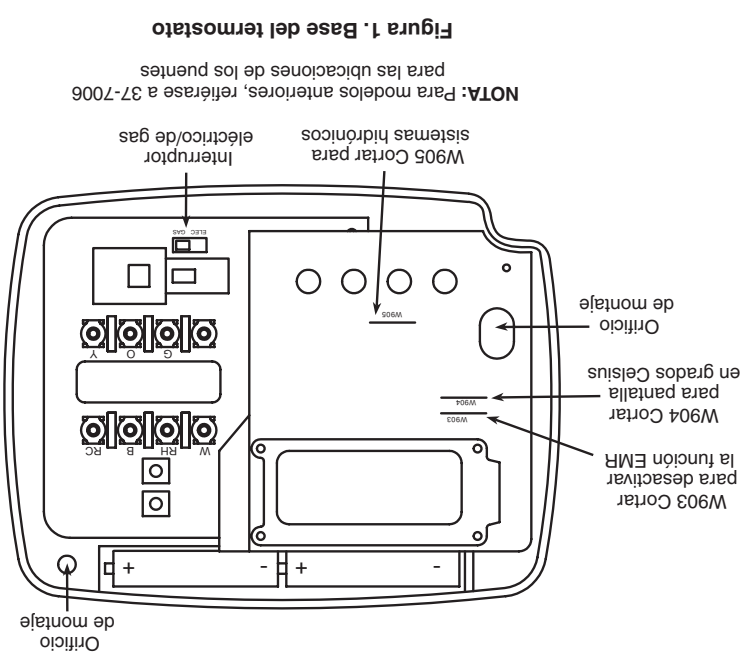

Figura 1. Base del termostato
- **CONVERTIBILIDAD °F/°C** — El ajuste predeterminado de fábrica es en grados Fahrenheit. Cortando el puente W904 en la placa de circuito (vea la figura 1) puede cambiar la configuración a grados Celsius.
Este termostato está configurado de fábrica para operar un sistema de aire forzado con combustible fósil (gas, aceite, etc.) de calor/frío. Esta configuración para cualquier sistema que NO requiera que el termostato energice el ventilador en una llamada de calor. Si su sistema es un sistema eléctrico o de bomba de calor que REQUIERE que el termostato encienda el ventilador en una llamada de calor, ubique el interruptor GAS/ELECTRIC (vea la figura 1) y colóquelo en la posición **ELECTRIC**. Esto permitirá al termostato energizar el ventilador inmediatamente en una llamada de calor. Si no está seguro si el sistema de calefacción/refrigeración requiere que el termostato controle el ventilador, póngase en contacto con un servicio técnico de calefacción y aire acondicionado calificado.
Para desactivar el EMR, corte el cable de puente W903 (vea la figura 1).
5. Fije la base a la pared sin ajustarla demasiado, como muestra la figura 1, usando dos tornillos de montaje. Ajuste la base hasta que quede bien nivelada y luego apriete los tornillos. (Esto es por razones estéticas solamente y no afectará el funcionamiento del termostato.) Si utiliza los orificios de montaje existentes, o si los orificios perforados son demasiado grandes y no le permiten ajustar bien la base, use anclajes plásticos para fijar la subbase.
Este termostato requiere 2 pilas alcalinas "AAA" para funcionar. Si aparece el mensaje **CHANGE** significa que las pilas tienen poca carga y deben cambiarse. Para obtener resultados óptimos, cambie las pilas una vez al año por pilas alcalinas nuevas de alguna marca líder como Duracell® o Energizer®. Para cambiar las pilas, instálelas a lo largo de la parte superior de la base (vea la figura 1). Las pilas deben instalarse con los polos positivos (+) hacia la derecha.